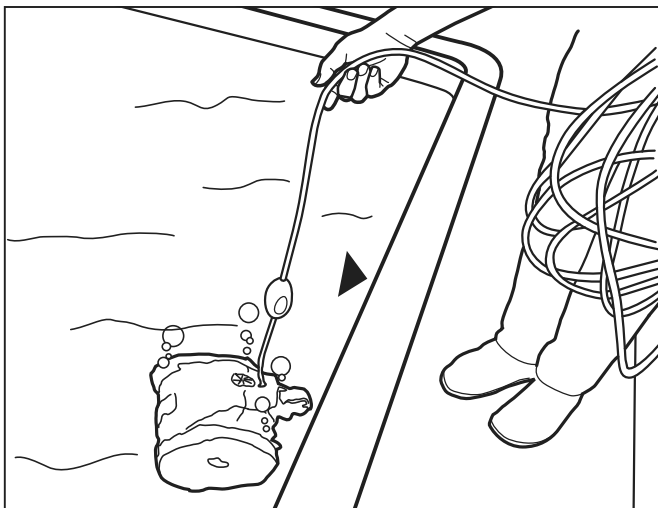

Figura 7. Retire el limpiador de la piscina
1. Una vez que el ciclo de limpieza se ha completado y el período de 15 minutos de enfriamiento ha transcurrido, tire suavemente del cable flotante hacia el lado de la piscina (Consulte la Figura 7).